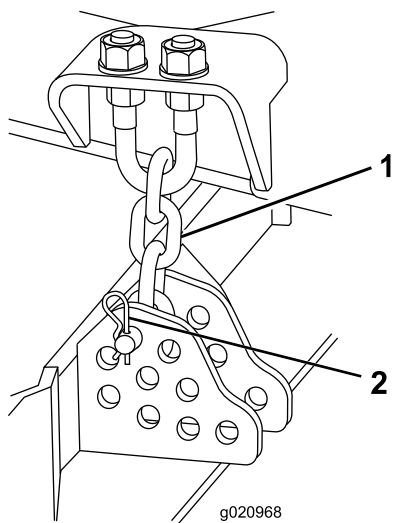

Figura 18
9. Retire el pasador de horquilla y el pasador que fijan las cadenas de ajuste de la altura de corte a la parte trasera de la carcasa de corte (Figura 18).